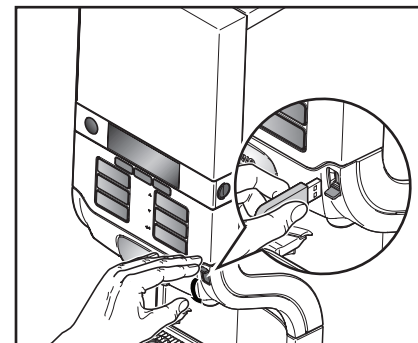

Fig. 23
- Sett USB utløsernøkkelen i USB porten på automaten for å muliggjøre midlertidig tapping av drikkevarer (fig. 23).